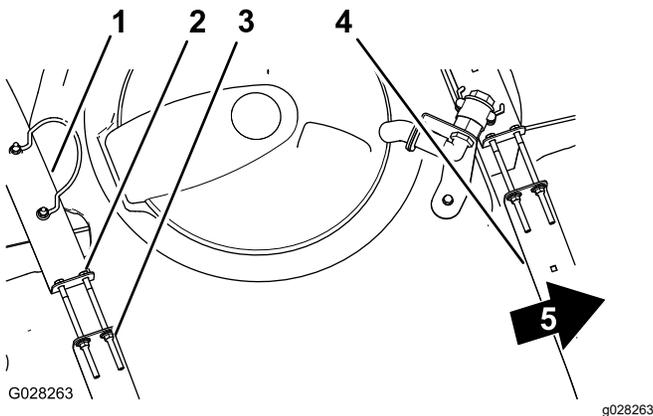

Figura 32
2. Compruebe si hay holgura entre los flejes y el depósito (Figura 32).
3. Si los flejes tienen holgura, apriete las contratuercas con arandela prensada y los pernos del extremo superior de los flejes hasta que los flejes queden apretados contra la superficie del depósito (Figura 32).